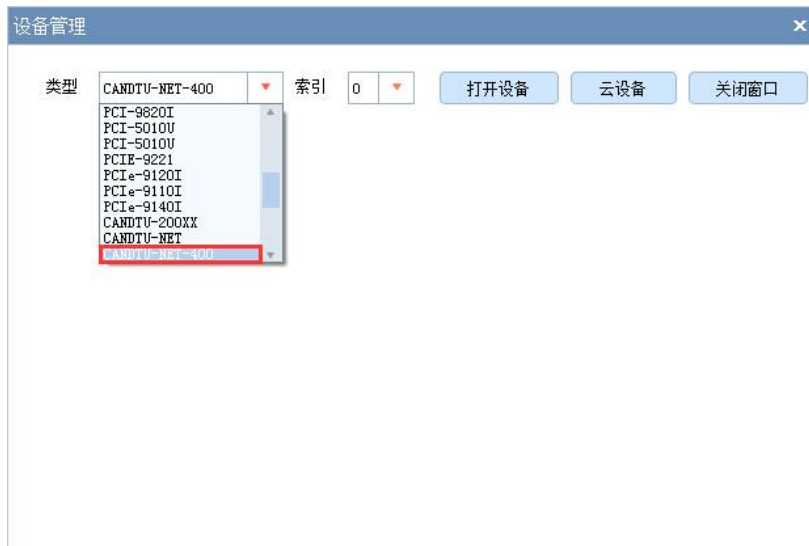

图 4.26 设备选择
1) 打开 ZCANPRO 上位机软件，选择“CANDTU-NET-400”项，如图 4.26 所示。